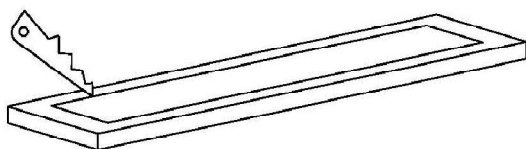

图 2
2. 按灯具型号在窗台或地面开槽, 开槽对应尺寸如下, 开槽形状如图 2 所示。